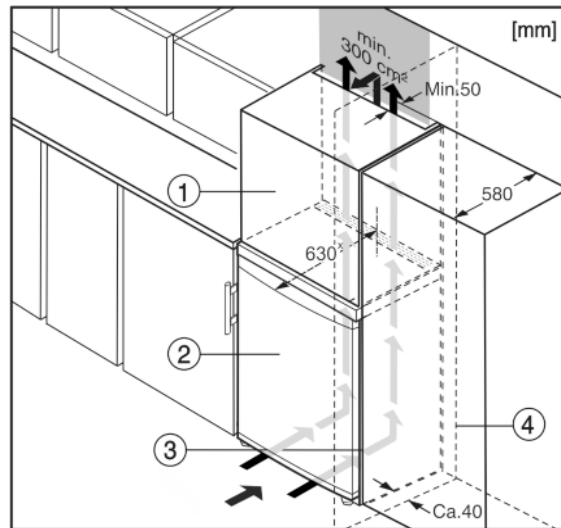

Fig. 10
- (1) Élément haut
- (2) Appareil
- (3) Placard de cuisine
- (4) Mur
L'appareil peut être réagencé avec des buffets de cuisine. Pour adapter l'appareil Fig. 10 (2) à la hauteur du coin cuisine, une rehausse Fig. 10 (1) peut être posée sur l'appareil.
Lors de la transformation avec des placards de cuisine (profondeur max. 580 mm), l'appareil peut être placé directement à côté du placard de cuisine Fig. 10 (3). L'appareil dépasse latéralement de 34 mm^x et de 50 mm^x au centre de l'appareil par rapport à la face avant du placard de cuisine.
Si l'appareil est installé avec les charnières à côté d'un mur Fig. 10 (4), la distance entre l'appareil et le mur doit être de 40 mm min. Ceci correspond à la saillie de la poignée lorsque la porte est ouverte.